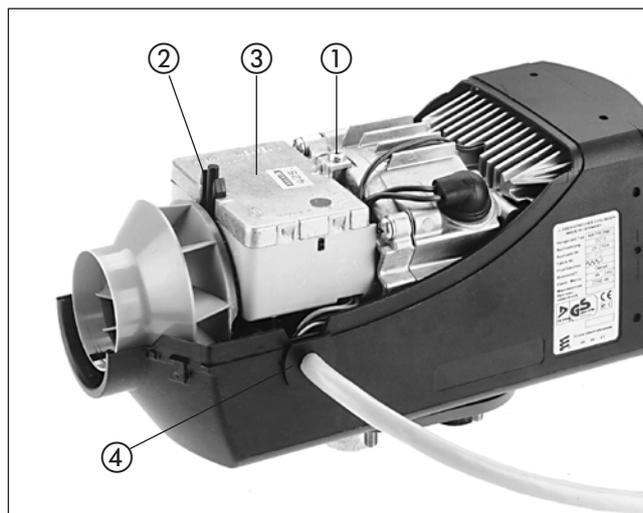

图 2
拆下控制器 (参见图 2)
安装组合传感器（过热传感器 / 火焰传感器）（参见图 6, 7 和示意图 2 - 4）
- 在 **Airtronic** 上（用专用工具安装，参见示意图 2）
示意图 2